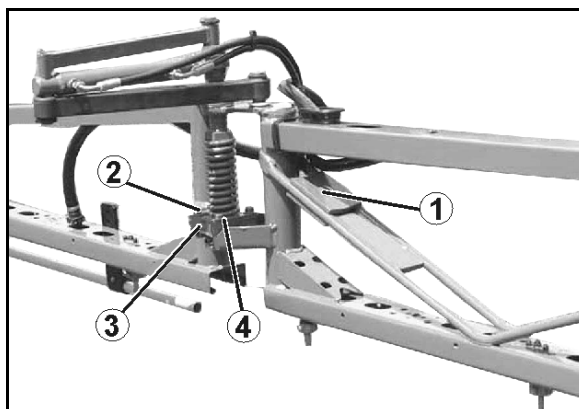

Fig. 146
1. Desaparafusar a capa magnética (Fig. 146/1) abschrauben.
2. Retirar a bobina magnética (Fig. 146/2) abnehmen.
3. Desenroscar a haste da válvula (Fig. 146/3) com as sedes da válvula e limpar com ar comprimido ou óleo hidráulico.